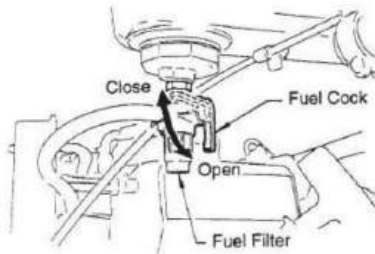

Abb. 5
Öffnen Sie das Kraftstoffabsperrentventil, indem Sie den Kraftstoffhahnhebel in die Position „OPEN“ (Abb. 5) bringen und stellen Sie dann den Start-/Stopp-Schalter des Motors (Abb. 5) auf die Position „START“.
2. Schließen Sie den Kraftstoffhahn, indem Sie den Hebel des Kraftstoffhahns in die GESCHLOSSENE Stellung. Siehe Abbildung 5.